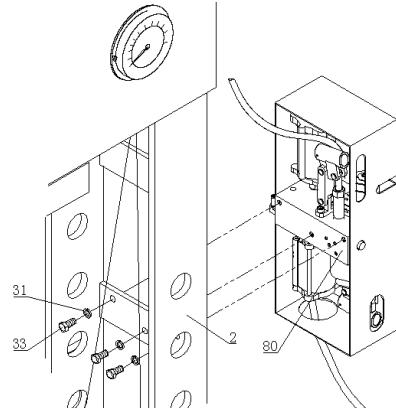

Figura 1
Coloque la unidad de bomba (80) en el soporte del marco con tornillos hexagonales M12x25 (33) y arandelas Ø12 (31). (vea Figura 1)